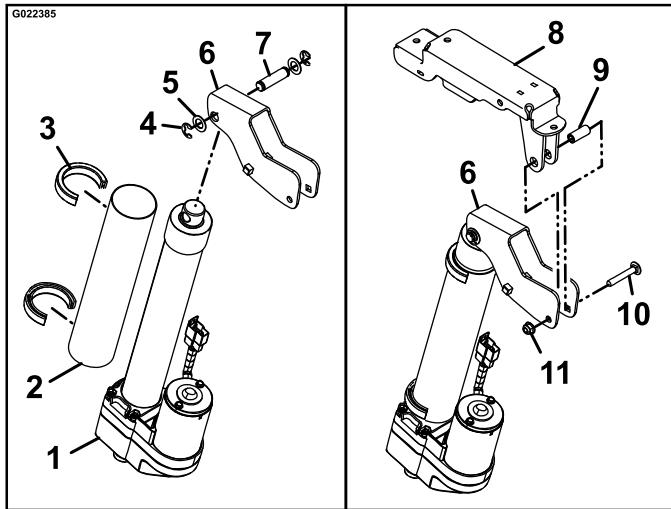

Figura 5
1. Instale el tubo de protección térmica sobre el cilindro y sujetelo con los dos trozos de Trim-lok (Figura 5).
2. Alinee el taladro del acoplamiento del actuador con el taladro superior del cilindro e inserte un pasador (5/16 x 1-49/64 pulgada), según se muestra en Figura 5.
5. Introduzca un buje espaciador según se muestra en Figura 5, y sujeté el conjunto con un perno de cuello cuadrado (5/16 x 2 pulgadas) y una tuerca nyloc con arandela prensada (5/16 pulgada).